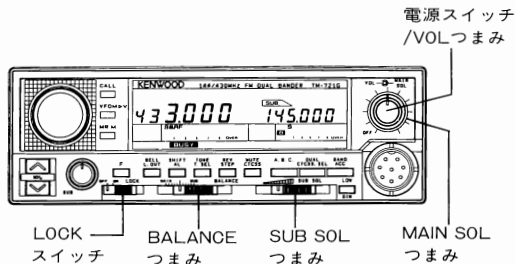

図 1 LOCKスイッチ BALANCEつまみ SUB SOLつまみ MAIN SOLつまみ
2. (DC電源の電源スイッチONについて)トランシーバーの電源スイッチをONにします。ディスプレイパネルの表示が図1のようになっていない場合は、メモリーをリセットしてください。(リセットP.21参照)